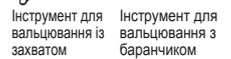

Fig. 4
- 5) Повністю вставте дренажний шланг у дренажний піддон ззаду й справа на внутрішньому блоці (Fig. 4).
- 6) Вставте дренажний шланг у гільзу для проходу через стіну (C) і підвісьте внутрішній блок на монтажній пластині (1) за верхню його частину. Потім повністю перемістіть внутрішній блок вліво для полегшення розміщення труб на задній частині блока.
- 4) Вальцювання (Fig. 4, 5). Розміри мідної труби повинні чітко відповідати тим, які зазначені в таблиці. Виберіть розмір А мм з таблиці відповідно до інструмента, який використовується.